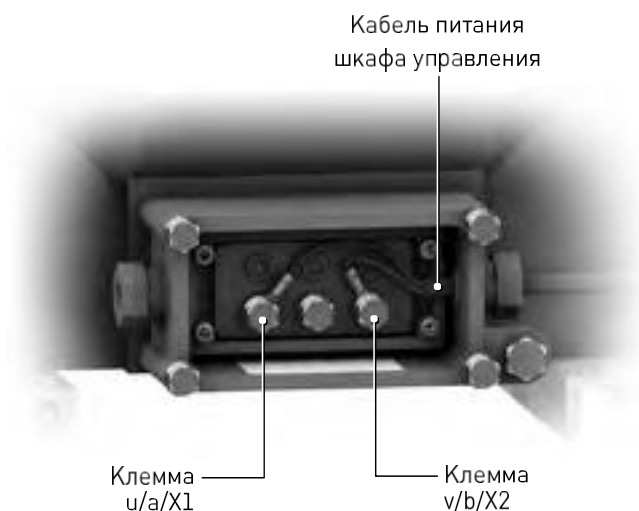

Рис. 7.1. Вторичные цепи трансформатора собственных нужд
- отсоединить кабель питания шкафа управления от трансформатора собственных нужд (если установлен) (см. Рис. 7.1);